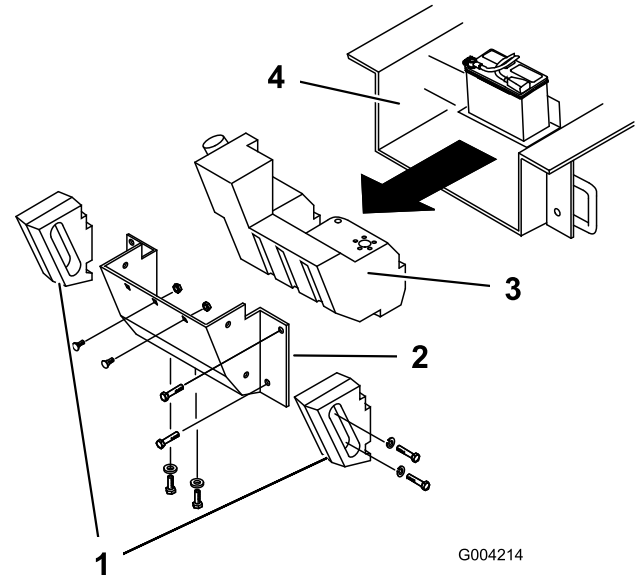

Bild 57
4. Entfernen Sie die Schrauben, Scheiben und Sicherungsscheiben, mit denen die beiden seitlichen Gewichte befestigt sind und entfernen Sie die Gewichte (Bild 57).
7. Entfernen Sie die sechs Muttern und Schrauben, mit denen die hintere Abdeckung befestigt ist und nehmen Sie die Abdeckung ab (Bild 57).
9. Schieben Sie den Kraftstofftank nach hinten (Bild 57).
16. Schieben Sie den Kraftstofftank halb durch in den Rahmen (Bild 57).
22. Setzen Sie die hintere Abdeckung wieder auf und befestigen Sie sie mit den vorher entfernten sechs Schrauben und Muttern (Bild 57).
24. Befestigen Sie die Seitengewichte mit den vorher entfernten Schrauben, Scheiben und Sicherungsscheiben (Bild 57).